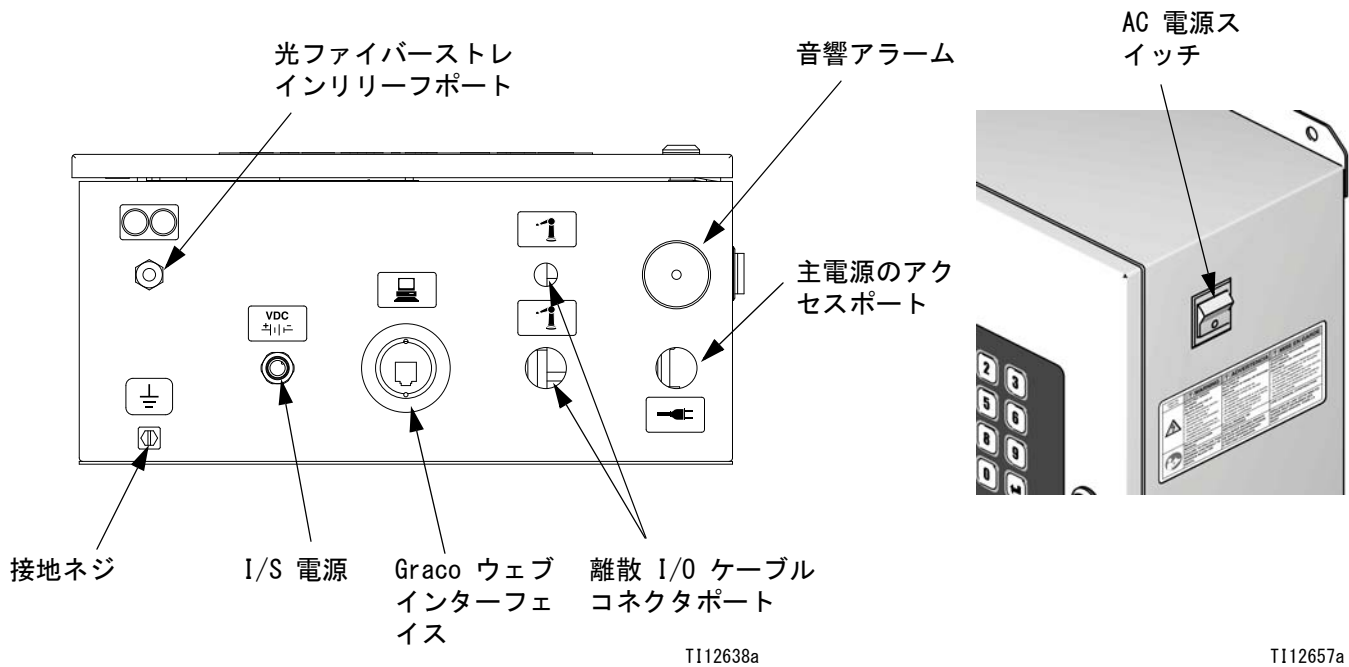

図 10. EasyKey 接続と AC 電源スイッチ
- 入力電源アクセスポート  は、直径 22.4 mm (0.88 インチ) です。隔壁ストレーンリリーフ取り付け金具またはコンジットを受け入れます。図 10 を参照してください。
- EasyKey に電源を供給します。隔壁ストレーンリリーフまたはコンジット隔壁を EasyKey ポートを介して取り付けます 。図 10 を参照してください。
1. 適切な流体ステーション電源ケーブルの末端を、EasyKey コネクタに接続します  $\pm VDC$ 。図 10 を参照してください。
3. 工場出荷時から、光ファイバーケーブルは EasyKey コネクタに付いています 。図 10 を参照してください。